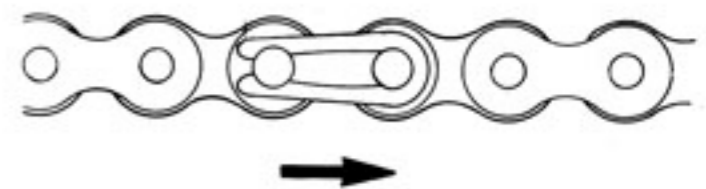

Fig. 4
- Remonter l'attache rapide (Fig. 4).